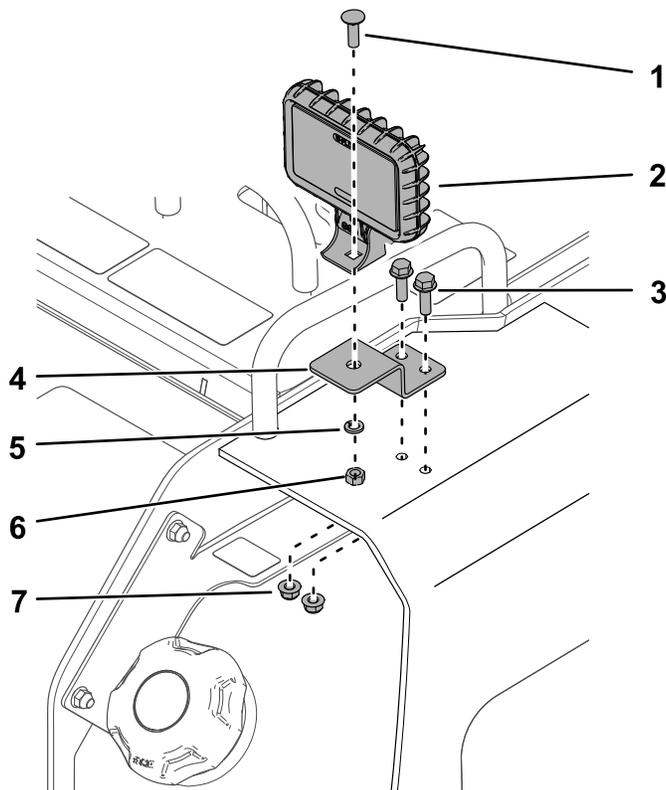

Рисунок 5
4. Установите правый кронштейн фонаря на пластину стойки при помощи 2 болтов (5/16 x 1 дюйм) и 2 гаек (5/16 дюйма), как показано Рисунок 5.
5. Отверните болт с гайкой с другого фонаря и используйте их для крепления фонаря к кронштейну (Рисунок 5).